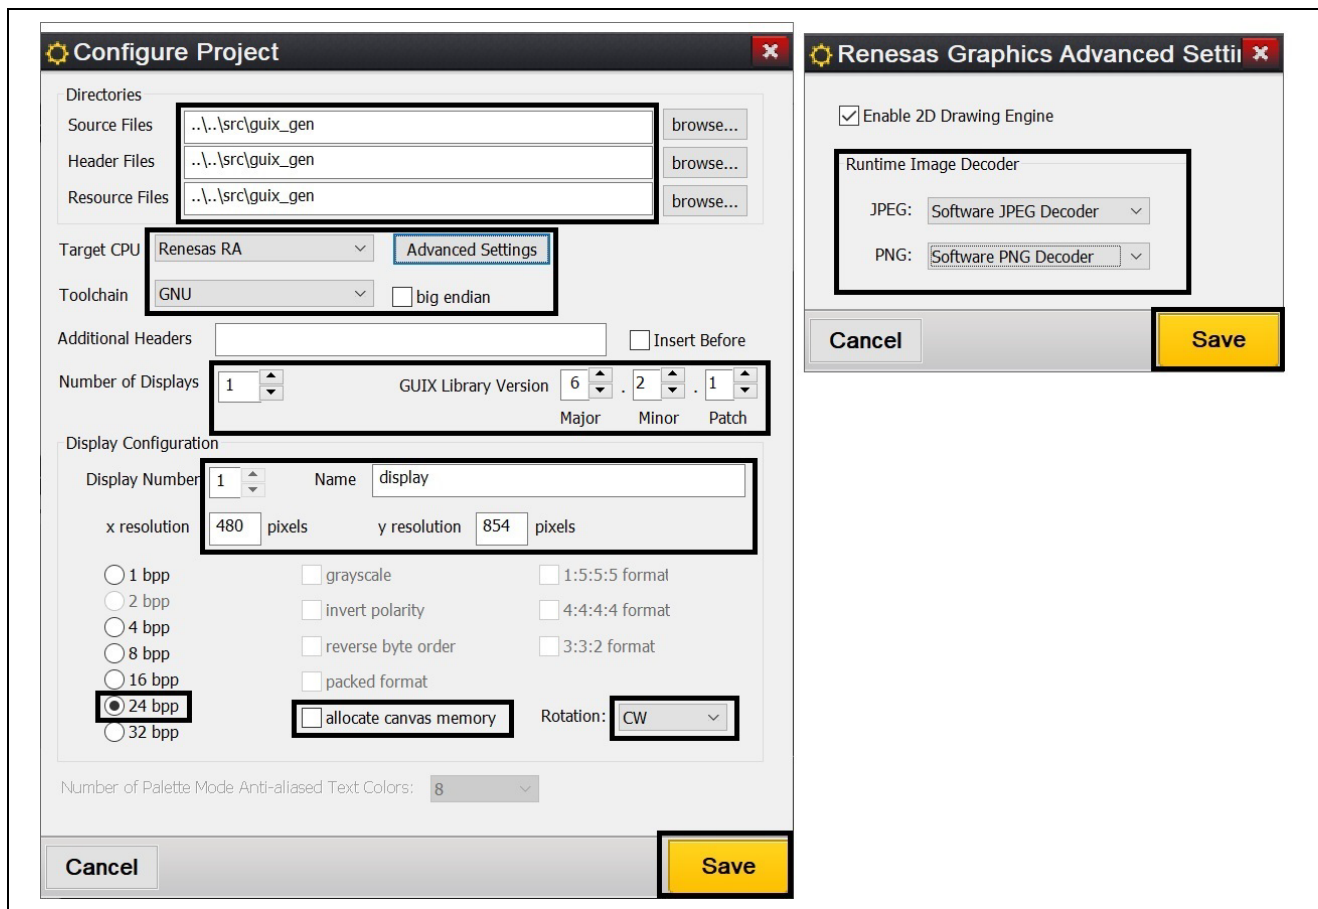

図 42. 新規プロジェクト Hello World 詳細設定
3. 新規 **Configure Project** ウィンドウがポップアップ表示され、ユーザは図 42 に示すように、詳細設定を含むすべてのオプションを設定する必要があります。最後に、プロジェクト設定が以下の画像に反映されている内容と一致したら、**Save** をクリックします。